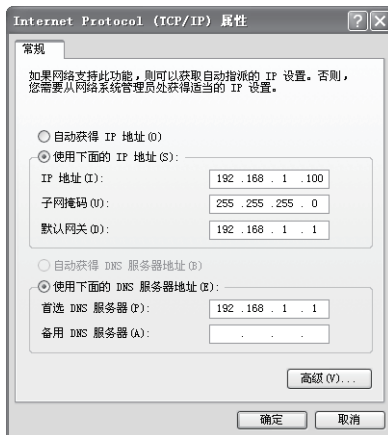

图4-1 本地连接
2. 设置PC本地连接IP地址为192.168.1.X, X为2~254中任意整数, 子网掩码为255.255.255.0, 默认网关为192.168.1.1, 如图4-1所示。